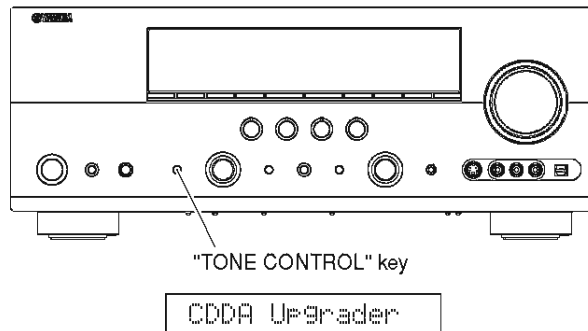

Fig. 2
- While pressing the "TONE CONTROL" key of this unit, connect the power cable of this unit to the AC outlet. (Fig. 2)
The FIRMWARE UPDATE mode is activated and "CDDA Upgrader" is displayed. (Fig. 2)
- 本機の"TONER CONTROL"キーを押しながら、本機の電源コードをACコンセントに接続します。(Fig. 2)
FIRMWARE UPDATEモードが起動し、"CDDA Upgrader"が表示されます。(Fig. 2)